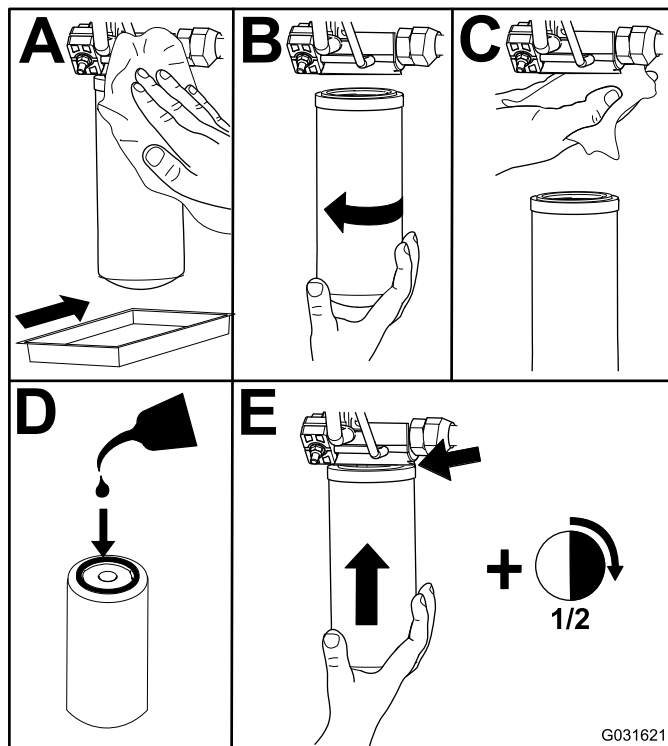

Figura 76
2. Sostituite i filtri idraulici (Figura 76).